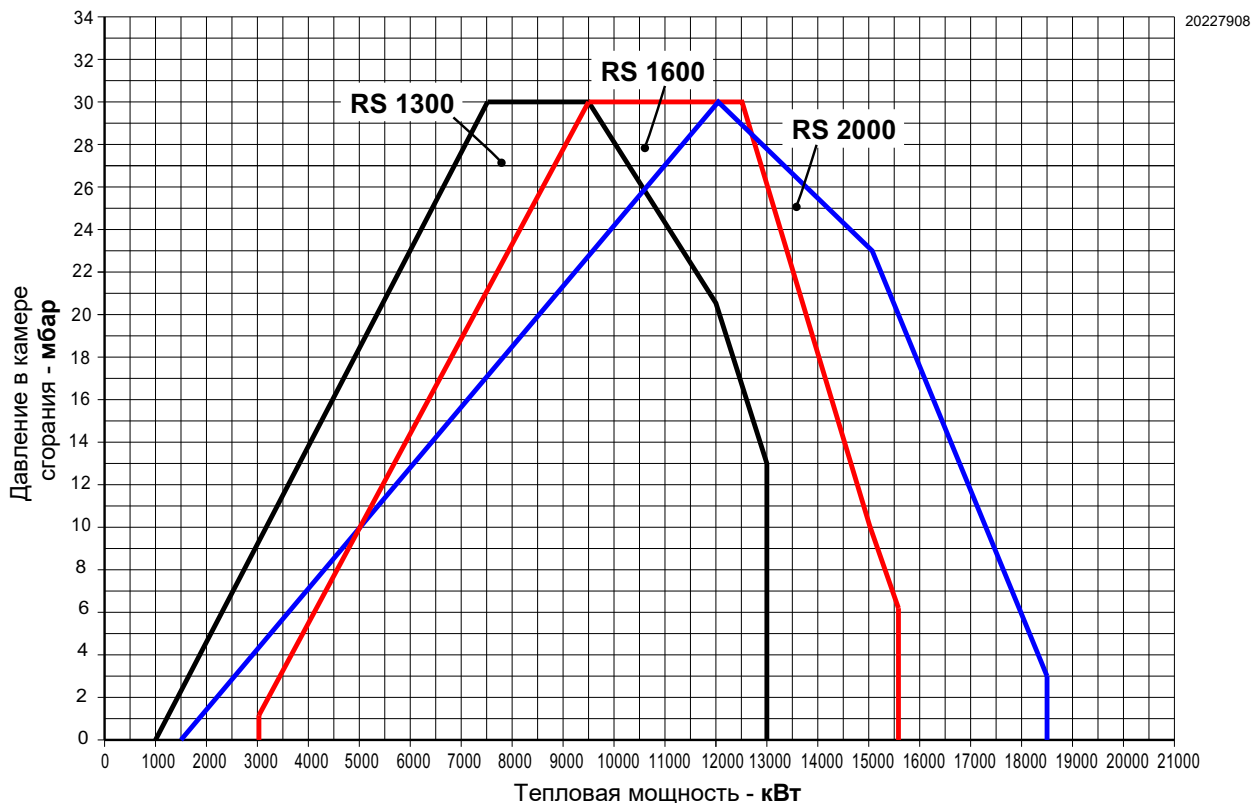

Рис. 3
**МАКСИМАЛЬНАЯ МОЩНОСТЬ** должна попадать в сплошной участок графика (Рис. 3).
Рабочий диапазон (Рис. 3) был получен при температуре окружающей среды 20 °С и атмосферном давлении 1013 мбар (примерно 0 м над уровнем моря) с головкой горения, отрегулированной, как показано на стр. 20.